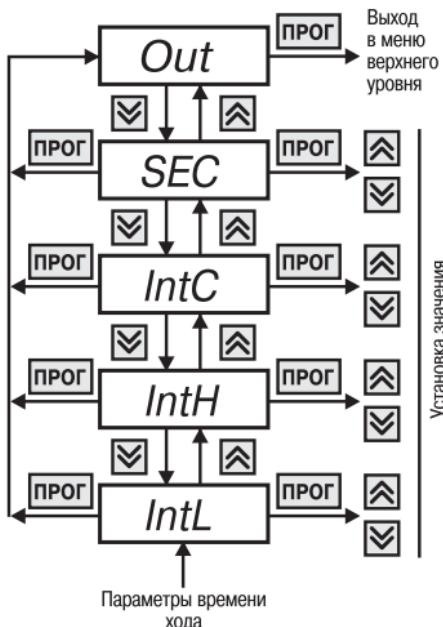

Рис. 18
6.2.2.7. Группа «**IntL**» предназначена для задания времени перемещения задвижки или затвора из одного концевого положения в другое (рис. 18). Код доступа для этой группы «**_55**».